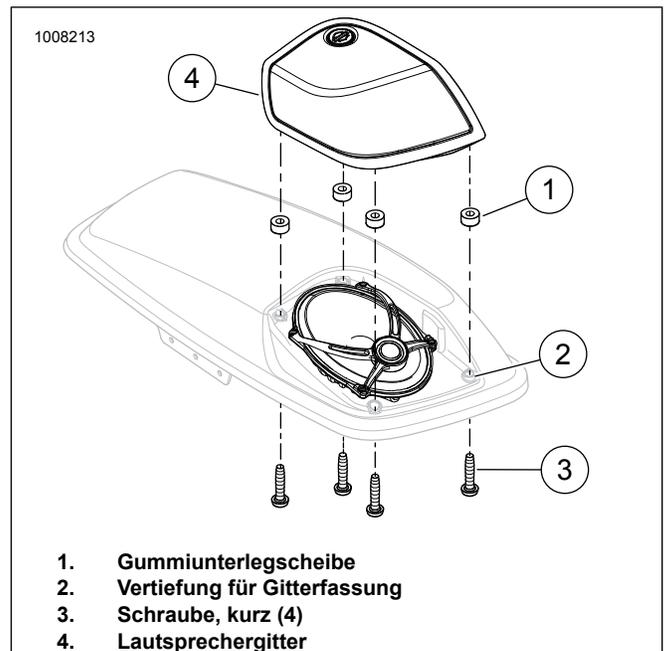

Abbildung 25. Einbau und Ausbau des Gitters
22. Siehe Abbildung 25. Gummiunterlegscheiben (1) sicher in der Gitterfassung (2) anbringen.